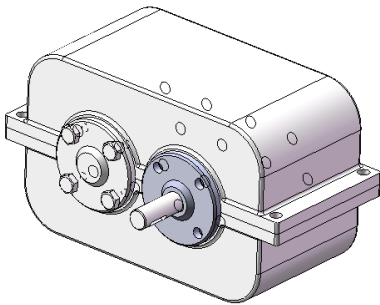

Рисунок 11.50 - Гвинти розміщені на кришці
27. Перевернемо гвинти згідно з їхнім розташуванням у складанні й задамо наступні умови сполучення: концентричність гвинта й отвору в кришці, а також збіг плоских поверхонь головки гвинта й кришки (рис. 11.50). Аналогічним образом можна встановити всі гвинти на, що залишилися трьох кришках, але ця процедура є тривалою й трудомісткою. Для прискорення процесу складання використовуємо можливості SolidWorks - команду **«Зеркально отразить компоненты...»**. Застосування цієї команди в цьому випадку виправдане, тому що корпус редуктора симетричний у двох напрямках. Для того щоб скористатися цією командою, необхідно побудувати площини дзеркального відбиття.